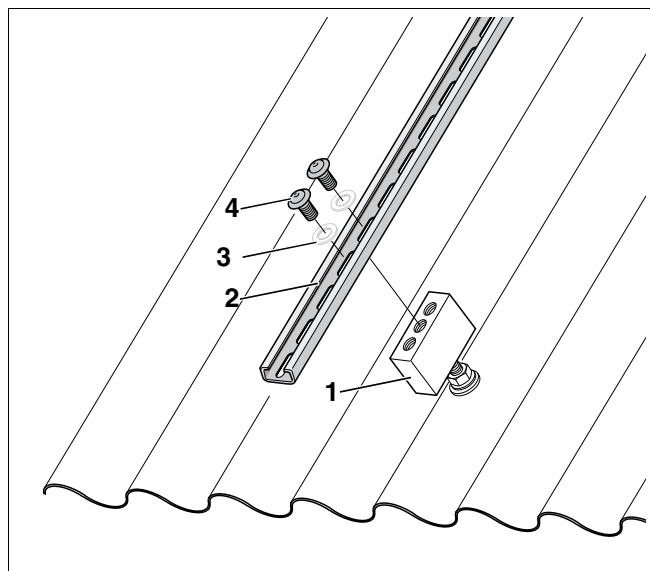

Fig. 8 Fixarea șinei profilate verticale (aici: colectori cu tuburi vidate)
- Așezați șinele profilate verticale (Fig. 8, **Poz. 2**) pe piesele de susținere (Fig. 8, **Poz. 1**) și poziționați-le pe cât posibil centrat.
- Fixați șinele profilate verticale cu câte două șuruburi Imbus (Fig. 8, **Poz. 4**).
- Utilizați întotdeauna filetele situate spre exterior ale pieselor de susținere și șaibele pentru M8 (Fig. 8, **Poz. 3**).